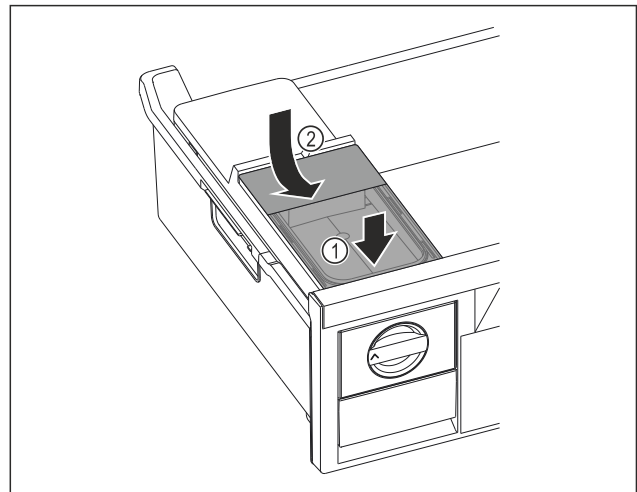

Fig. 54
- Wassertank vorne ansetzen. Fig. 54 (1)
- Wassertank hinten absenken. Fig. 54 (2)